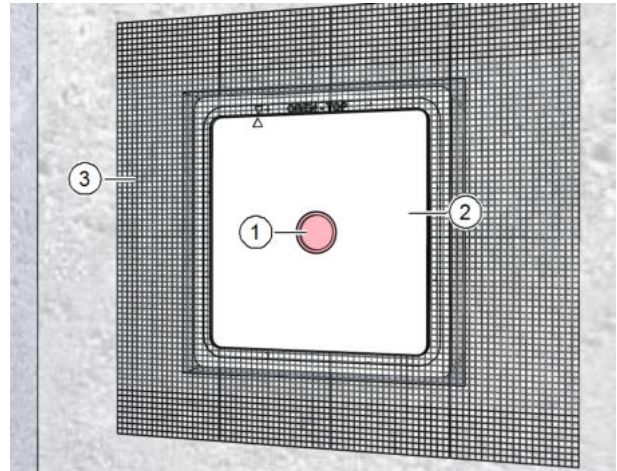

Abb. 15: Mauerkasten im Innenbereich einputzen
- ▶ Achten Sie darauf, dass der Signaldeckel (Pos. 1 in Abb. 15) im Putzschutzdeckel (Pos. 2 in Abb. 15) sitzt.
- ▶ Bringen Sie das Putzgewebe M-WRG-PG (Pos. 3 in Abb. 15) auf den Mauerkasten und die Massivwand an.